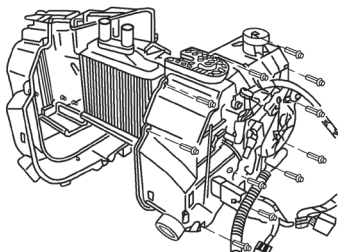

图 5-76 加热器与蒸发器壳的分离拆卸
- 6) 拆卸加热器与蒸发器壳固定螺栓如图 5-76 所示。